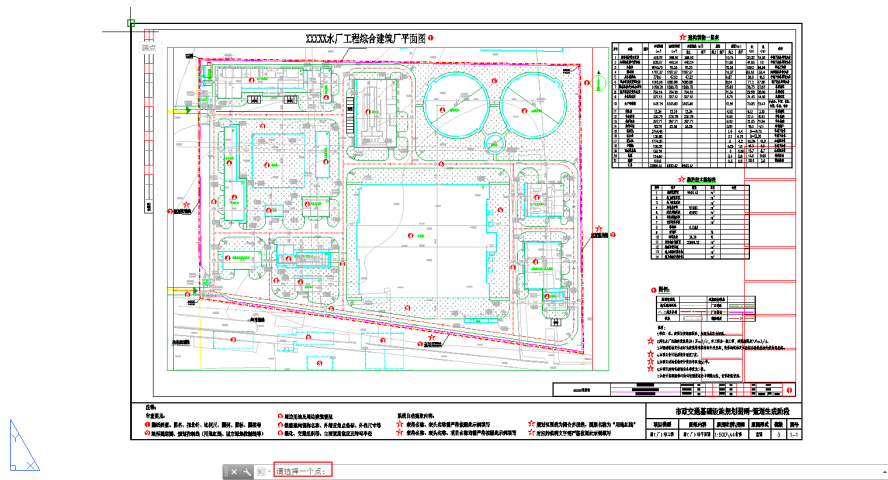
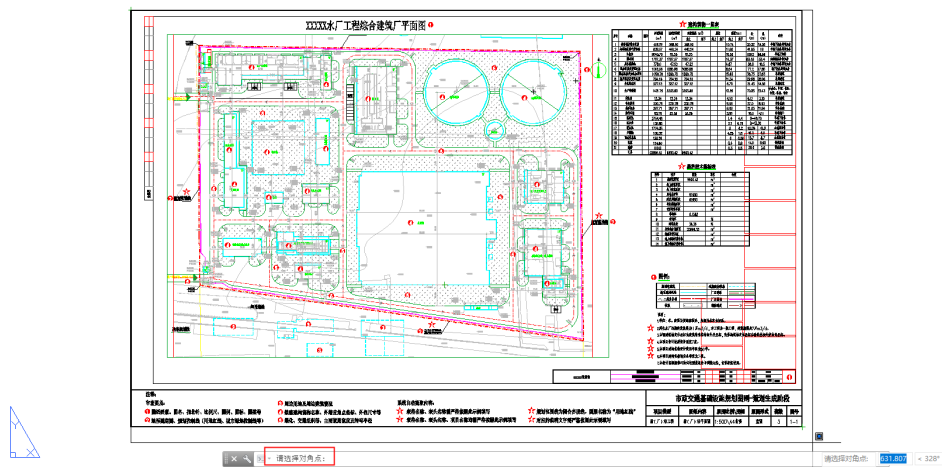

图 18
图 19
(3) 选择范围时首先提示用户通过鼠标左键，选择一个点（见图 18），进而提示选择对角点（见图 19）；